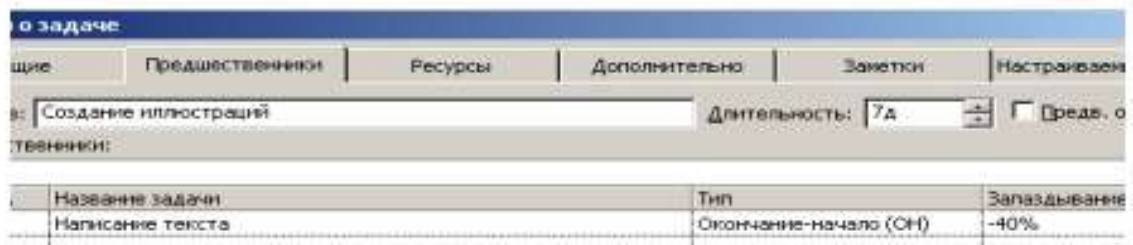

Рис. 20. Вкладка (Предшественники) с установленным временем опережения
- В поле (Запаздывание) введите с клавиатуры (- 40%) (рис. 20).